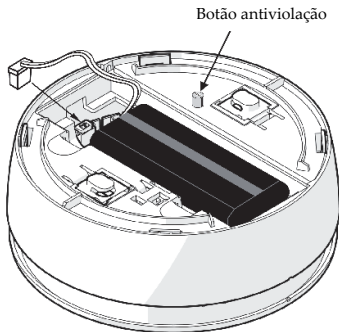

Figura 4
4. Abra a tampa do compartimento das baterias e ligue o fio da bateria ao conector da bateria. Ao inserir o suporte da bateria no lugar, certifique-se de que as baterias estão voltadas para o compartimento da sirene (veja Figura 4).